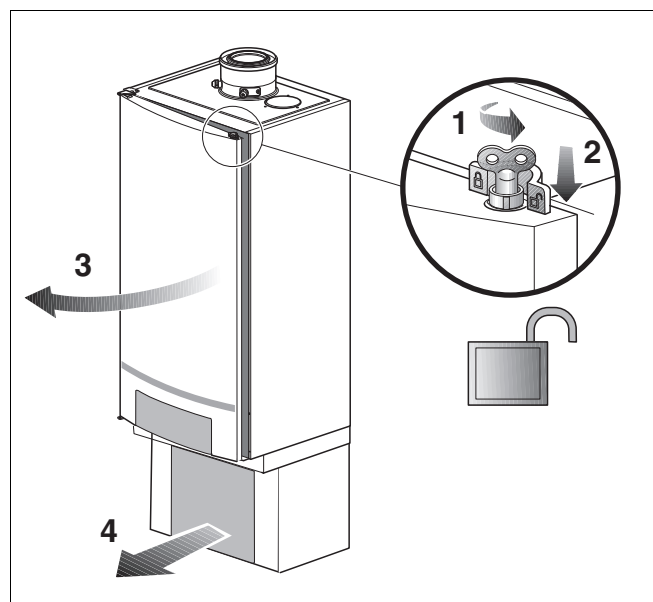

Fig. 61 Deschideți ușa cazanului
- Deschideți zăvorul ușii cazanului cu cheia de aerisire rotind un sfert de tura (fig. 61, lupă).
- Apăsăți zăvorul în jos (fig. 61) și deschideți ușa cazanului.
- Îndepărtați carcasa de acoperire a grupului de racord (fig. 61).